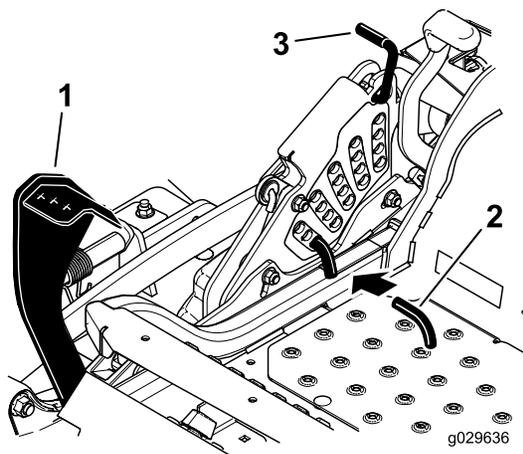

Figure 27
2. Appuyez sur la pédale de relevage du tablier avec le pied et relevez le tablier en position de transport (qui est aussi la position de hauteur de coupe de 140 mm [5½ po]); voir Figure 27.
3. Pour changer de hauteur de coupe, retirez la goupille fendue et l'axe de chape du support de hauteur de coupe (Figure 27).
4. Placez la goupille dans le trou du support correspondant à la hauteur de coupe voulue (Figure 27).